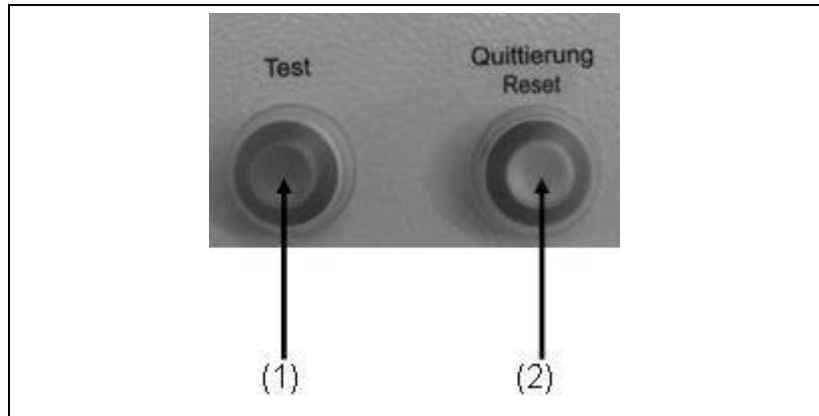

Abb. 4-6: Isolationsüberwachung mit E-MCS 4.0
2. Nach dem abschalten und abstecken des Verbrauchers muss der Reset-Taster (siehe Abb. 4-6-(1)) gedrückt werden um das Gerät wieder zu betreiben.
3. Drücken Sie den Testknopf (siehe Abb. 4-6-(1))